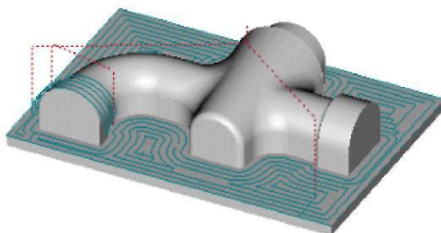

Рис. 4.51
2. При выполнении команды «Процессор» будет показана траектория движения инструментов (рис. 4.51) и появится диалог «Процессор» с сообщением «Успешное выполнение». Нажмите кнопку ОК.